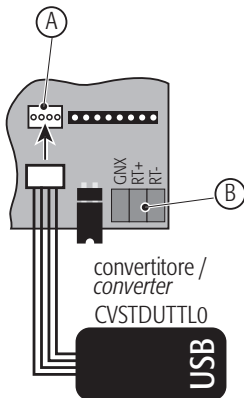

Fig. 2.8
Die Betriebsparameter des EVD4 einschließlich Netzwerkadresse befinden sich im EEPROM-Speicher; zur Änderung der Werte muss über die Software EVD4-UI auf den seriellen Nebenanschluss zugegriffen werden: den Wandler (CVSTDUTTLO oder CVSTD0TTLO) mit dem seriellen Nebenanschluss (Abb. 2.8) und einem PC mit USB- oder seriellem RS232-Anschluss verbinden, die Verknüpfung "EVD4\_UI Address" gemäß "ANHANG I – Installation und Verwendung von EVD4-UI" starten und den Parameter "Net address" einstellen; im Feld rechts oben auf der Benutzeroberfläche zeigt das Item "Network address" nach Drücken der Taste "READ" den neuen Wert der Adresse an. Wurde der Parameter "Net address" nicht benutzerseitig geändert, hat er die folgenden Default-Werte:
- 2) Den weißen, 4-poligen Stecker ausfindig machen und das Kabel des Wandlers einfügen (Abb. 2.8); das USB-Kabel an den PC anschließen; wird der EVD4-Regler nicht über die 24 Vac-Spannung versorgt, erhält er Spannung vom seriellen Wandler.